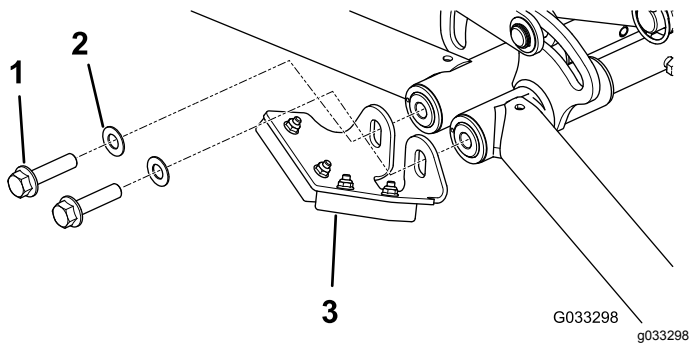

Figura 21
4. Instale provisionalmente el conjunto de topes delantero y las arandelas, según se muestra en Figura 21.